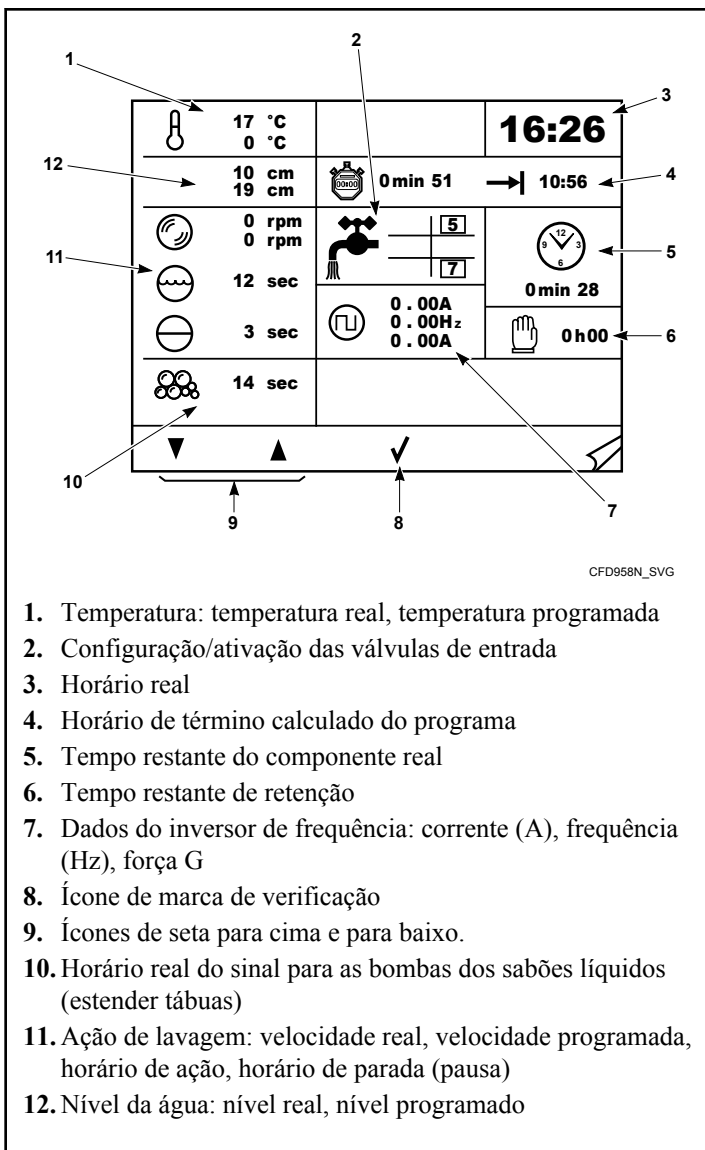

Figura 44
- a. Aperte as teclas debaixo dos ícones de seta para cima e para baixo para selecionar o ajuste de ciclo desejado. Consulte a *Figura 44* .
- b. Aperte a tecla debaixo do ícone de marca de verificação. Consulte a *Figura 44* . O ajuste do ciclo está realçado.
- c. Aperte as teclas debaixo dos ícones de seta para cima e para baixo para configurar o ajuste do ciclo. Consulte a *Figura 44* .
- d. Aperte a tecla debaixo do ícone de marca de verificação para confirmar o ajuste do ciclo. Consulte a *Figura 44* .